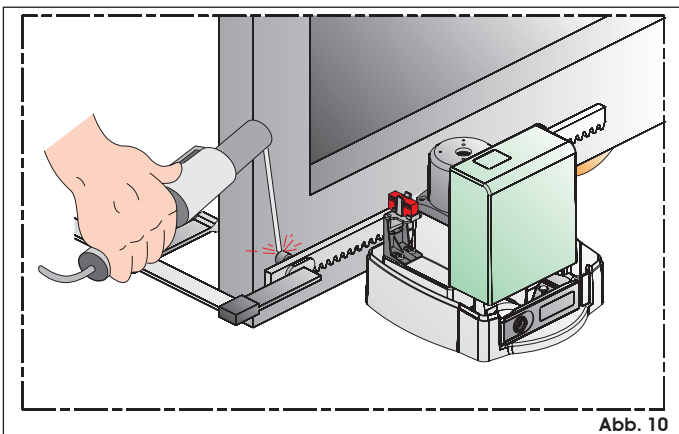

Abb. 10
4. Das erste Element der Zahnstange am ersten Distanzstück auf dem Ritzel auflegen (Abb. 10).
5. Das Element der Zahnstange mit einer Klemme am Flügel befestigen (Abb. 10).
10. Die drei Distanzstücke des Elements anschweißen (Abb. 10).